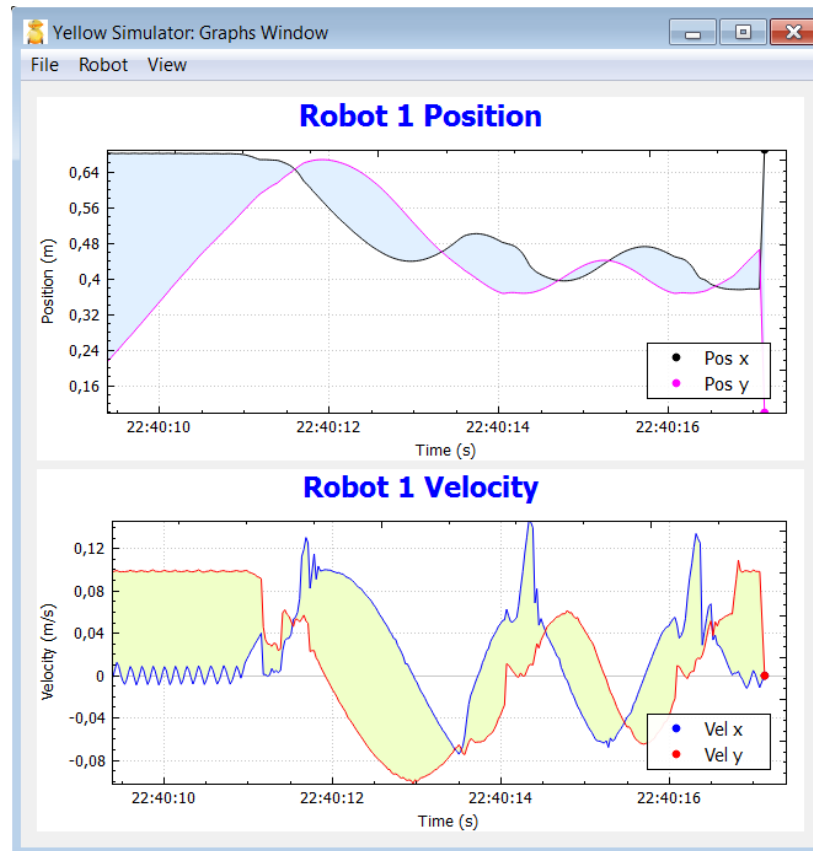

Figura 13. Ventana de información.
-  Graphs: da acceso a la ventana con las gráficas del estado del robot, como posición y velocidad. En la figura 13 se muestra dicha ventana.
En ella se puede observar gráficamente los valores de velocidad y posición del robot en tiempo real. Esta ventana puede verse en la figura 13.